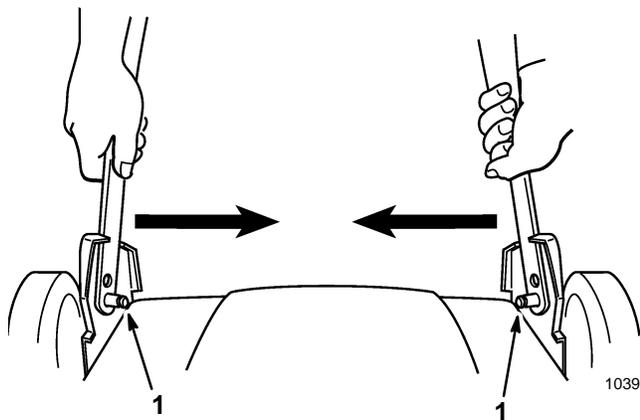

Figure 13
1. Serrer les parties inférieures du guidon l'une vers l'autre pour les dégager des goujons du support (Fig. 13).